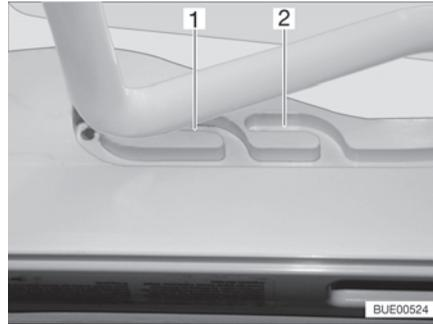
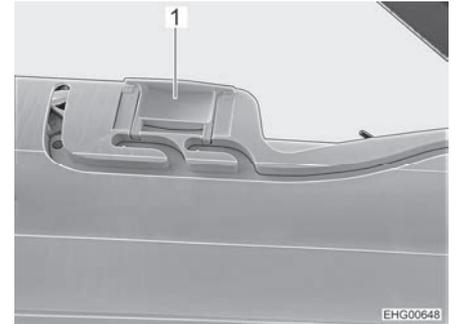

Fig. 32 Guía (posición de ventilación)
Fig. 33 Bloqueo (posición de ventilación)
La claraboya Heki se puede colocar en dos posiciones de ventilación: Posición de mal tiempo (Fig. 32,1) y posición mediana (Fig. 32,2). Según el modelo, la claraboya podrá ser bloqueada en la posición central con los dos pestillos (Fig. 33,1) a la izquierda y la derecha en el marco de la claraboya.
- Presionar el estribo ligeramente hacia arriba y empujarlo en la guía seleccionada (Fig. 32,1 ó 2) y, si fuera necesario, bloquearlo.